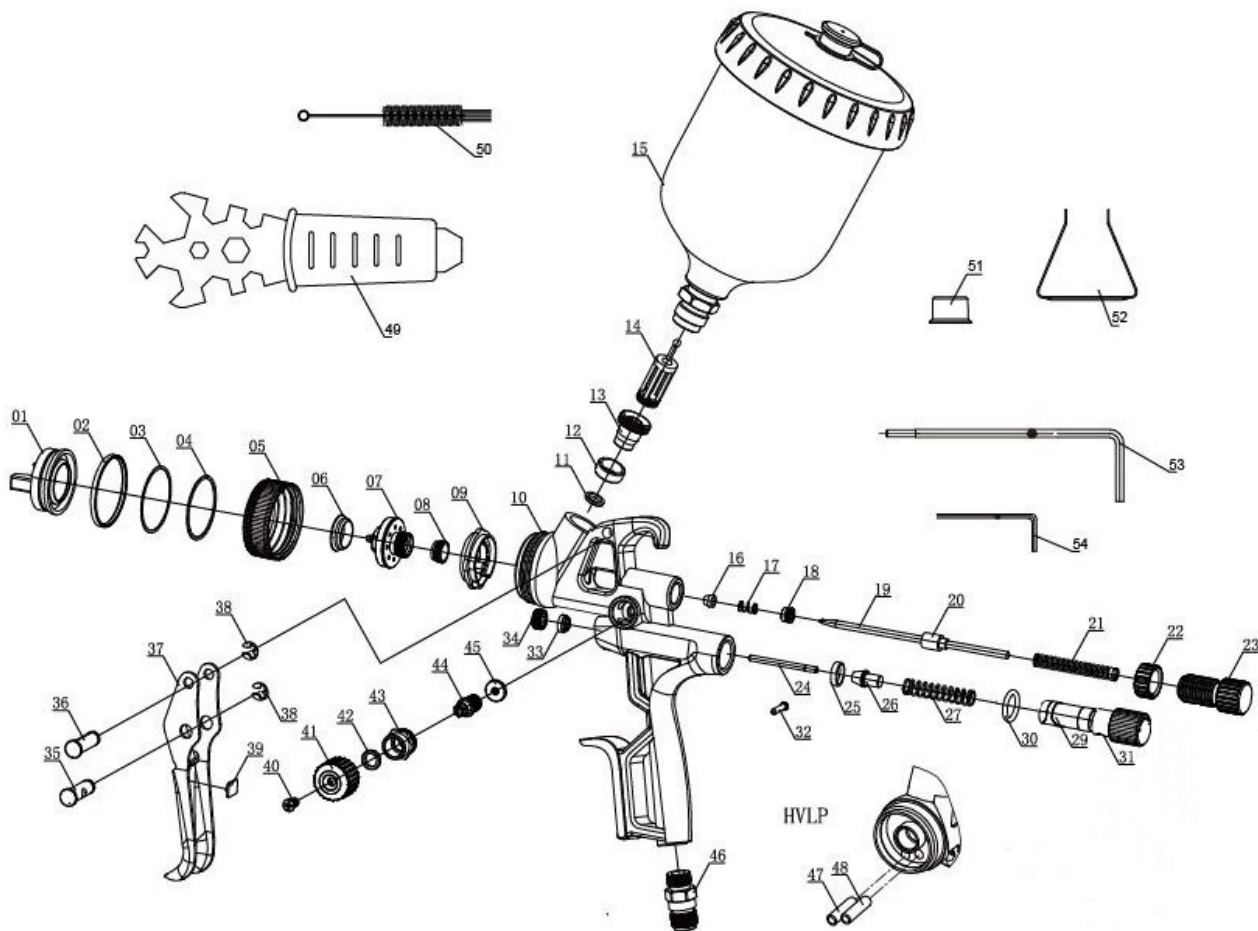

рис. 1
### Детализировка окрасочного пистолета (рис. 1)
1. Убедитесь в том, что резьбовые соединения закручены с достаточным усилием. Дюзу (поз. 7, рис. 1) закрутите накидным ключом с достаточным усилием.
4. Установите сеточный фильтр в бачок (поз. 14, рис. 1).
5. Наполните бачок (поз. 15. Рис. 1), макс. уровень — 20 мм до верхнего края, закройте крышкой и убедитесь, что вентиляционный клапан установлен.
- Нажмите на пусковую скобу до упора и настройте входное давление пистолета (см. спецификацию пистолета) с использованием регулятора (поз. 29+31, рис.1) и цифрового / механического манометра, затем отпустите пусковую скобу. Рекомендуемое рабочее давление составляет 2.0 бар.